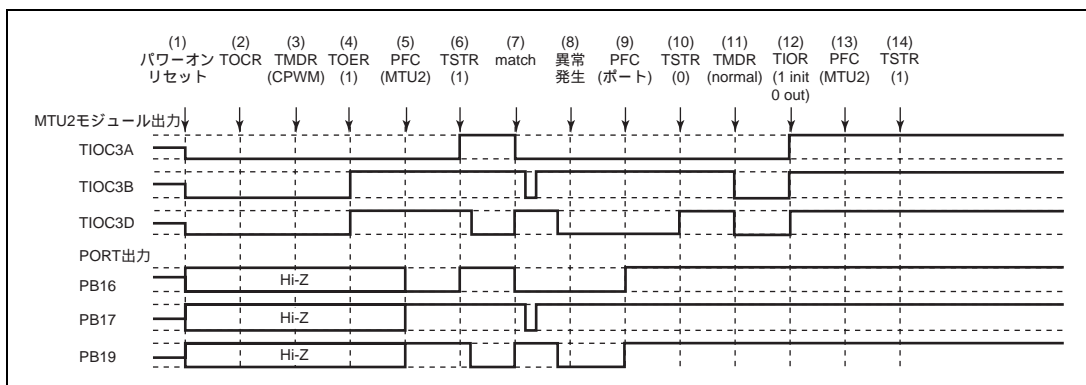

図 12.147 相補 PWM モードで異常が発生し、ノーマルモードで復帰する場合
相補 PWM モードで異常が発生し、再設定後ノーマルモードで再起動する場合の説明図を図 12.147 に示します。
(1) ~ (10) は図 12.147 と共通です。
(11) PWM モード 1 を設定してください (MTU2 出力はローレベルとなります)。
(12) TIOR で端子を初期化してください (PWM モード 1 では TIOC\*B 側は初期化されません)。
(13) PFC で MTU2 出力としてください。
(14) TSTR で再スタートします。
(23) 相補 PWM モードで動作中に異常が発生し、相補 PWM モードで再スタートする場合の動作
- (1) ~ (10) は図 12.147 と共通です。
- (11) PFC で MTU2 出力としてください。
- (12) TSTR で再スタートします。
- (13) コンペアマッチの発生により相補 PWM 波形を出力します。
(24) 相補 PWM モードで動作中に異常が発生し、相補 PWM モードで新たに再スタートする場合の動作
- (11) ノーマルモードを設定し新しい設定値を設定してください (MTU2 出力はローレベルとなります)。
- (12) TOER でチャンネル 3、4 の出力を禁止してください。
- (13) TOCR で相補 PWM モードの出力レベルと周期出力の許可禁止を選択してください。
- (14) 相補 PWM を設定します。
- (15) TOER でチャンネル 3、4 の出力を許可してください。
- (16) PFC で MTU2 出力としてください。
- (17) TSTR で再スタートします。
(25) 相補 PWM モードで動作中に異常が発生し、リセット同期 PWM モードで再スタートする場合の動作
- (11) ノーマルモードを設定してください (MTU2 出力はローレベルとなります)。
- (13) TOCR でリセット同期 PWM モードの出力レベルと周期出力の許可禁止を選択してください。
- (14) リセット同期 PWM を設定します。
(26) リセット同期 PWM モードで動作中に異常が発生し、ノーマルモードで再スタートする場合の動作